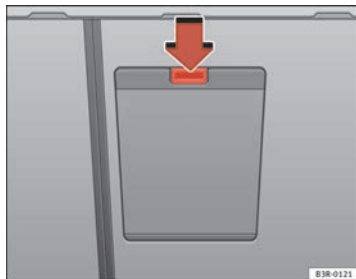

Abb. 119 Ausschnitt der Rücksitzbank von hinten: Deckel der Durchladeeinrichtung
- Die Entriegelungstaste für den Deckel der Durchladeeinrichtung ⇒ Abb. 119 -Pfeil- drücken und ihn nach unten schwenken.